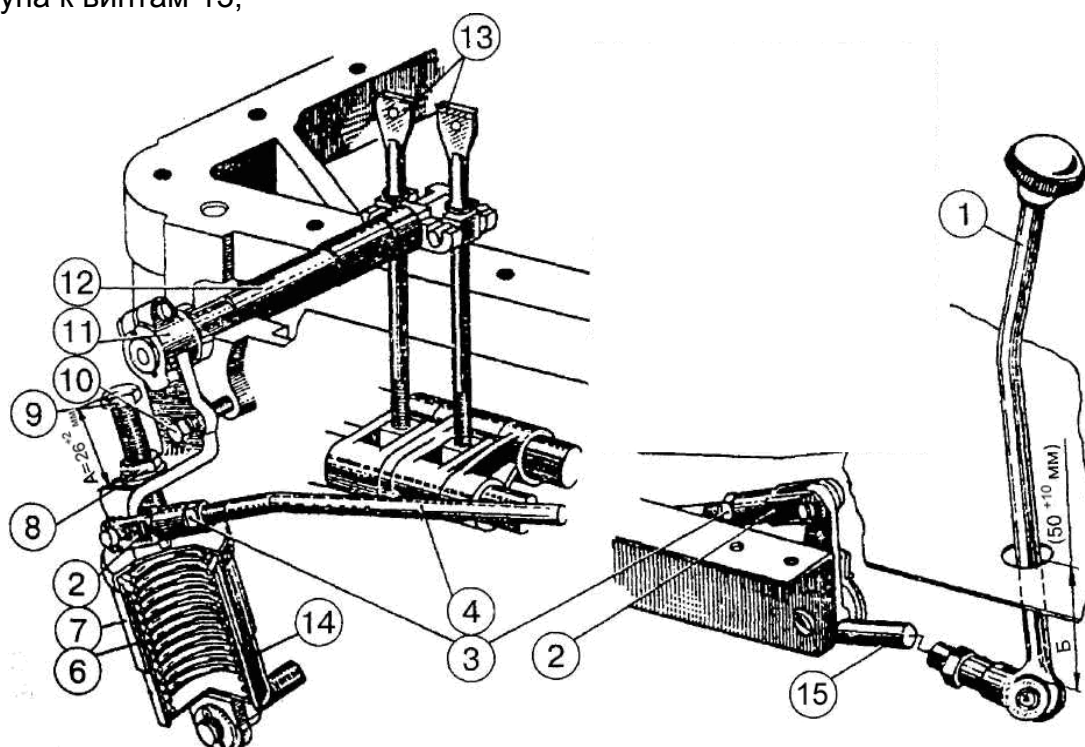
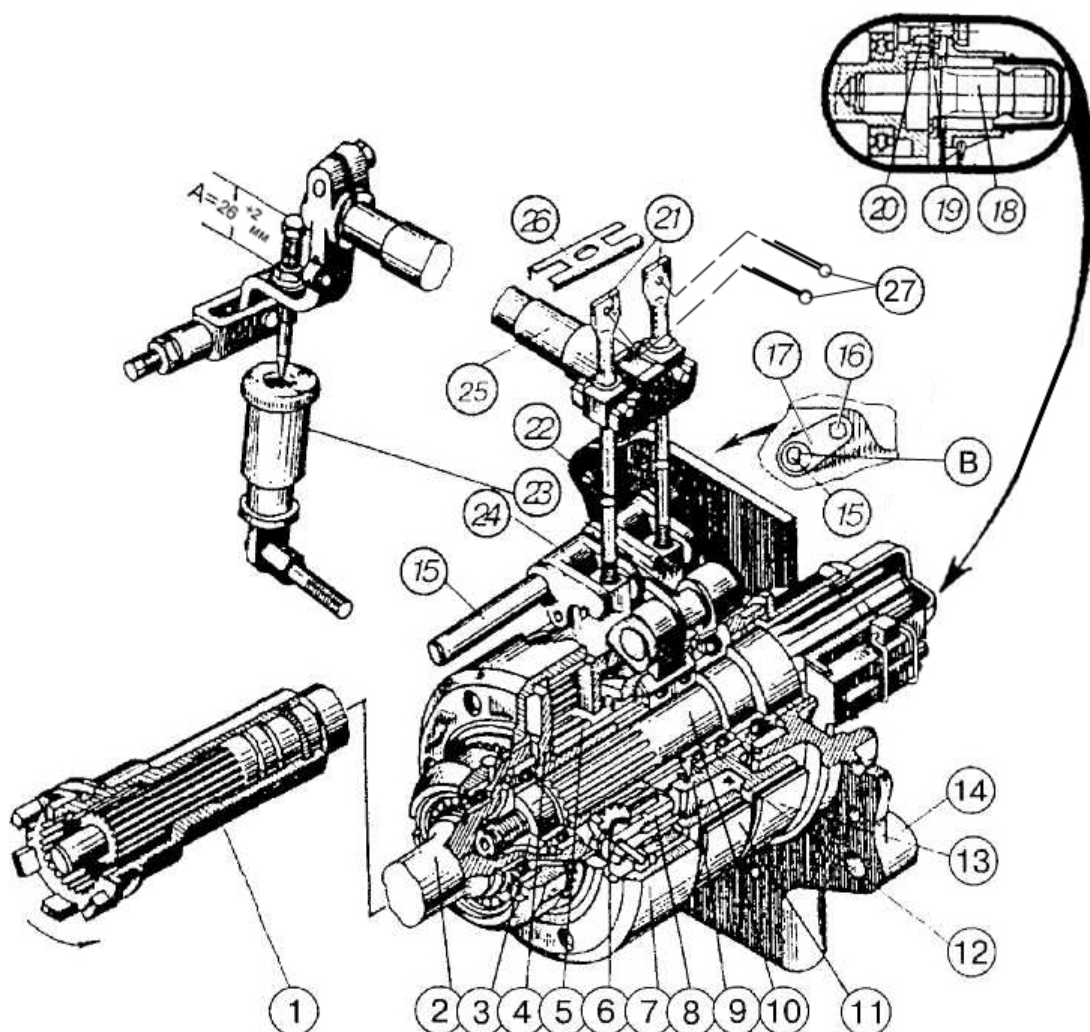

Рис. 1 Управление задним ВОМ:
Рис. 2 Планетарный редуктор заднего ВМ:
1. Установите эксцентриковую ось 15 в исходное положение, чтобы лыска "В" (рис. 2) находилась справа вертикально и зафиксируйте стопорящей пластиной 17 и болтом 16;
2. Отсоедините тягу 4 (рис. 1);
6. Снимите стопорную пластину 26 (рис. 2), заверните поочередно регулировочные винты 21 крутящим моментом от 8 до 10 Н•м, затем отверните каждый винт на два оборота, при этом довернуть винты так, чтобы головки винтов располагались параллельно продольной оси трактора;
10. Установите тягу 4 (рис. 1), изменяя длины тяги 4 и рычага 15 отрегулируйте размер Б (50^{+10} мм). После окончания регулировки установите на регулировочные винты 21 стопорную пластину 26 и шплинты 27 (рис. 2), крышку люка заднего моста, законтрите тягу 4 и рычаг 15 (рис. 1), а также болт 9.
После нескольких наружных регулировок эксцентриковая ось 15 (рис. 2) займет крайнее левое положение (лыска "В" станет вертикально слева), что указывает на израсходование запаса внешней регулировки. В этом случае эксцентриковую ось поворотом против часовой стрелки установите в исходное положение (лыска вертикально справа), после чего выполните регулировочные операции, как это описано для регулировки управления ВОМ для сборки на заводе или после ремонта ВОМ.
При правильно выполненной регулировке рычаг 1 (рис. 1) в положении "включено" должен не доходить до пола кабины, не менее, чем 50 мм (размер Б).
На тракторах более раннего выпуска возможно отсутствие механизма внешней подрегулировки управления ВОМ (поз. 15,16,17 рис. 2). В этом случае регулировку производите, как указано выше для регулировки управления ВОМ после ремонта или при сборке на заводе. На тракторах с малогабаритной кабиной размер "Б" составляет 50-60 мм. Эффективность тормозов ВОМ, отсутствие буксования, зависит только от пружинного механизма и в первую очередь от наличия свободных зон вокруг его и связанных с ним рычагов. Буксование ВОМ означает, что пружинный механизм или рычаги встречают дополнительное сопротивление при их перемещении вследствие отсутствия смазки в шарнирах, повышенного загрязнения, упирания (касания) в соседние детали трактора и пр.